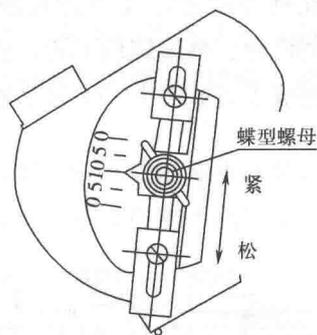

图 1-7 压针刻度示意图
**3. 调节织物密度** 每编织一款羊毛衫新产品都需要调节织物密度。横机三角座上共有对应的四个压针三角蝶型螺母（图 1-7），逆时针旋转即松开，随后上推压针三角蝶型螺母，塞满字码卡片，之后顺时针旋转固定蝶型螺母，再编织时线圈变小，织物紧密；下拉压针三角蝶型螺母，抽出字码卡片，之后顺时针旋转固定蝶型螺母，编织时线圈变大，织物疏松。根据工艺需求随时增、减字码卡片，从而达到调解织物密度的目的。